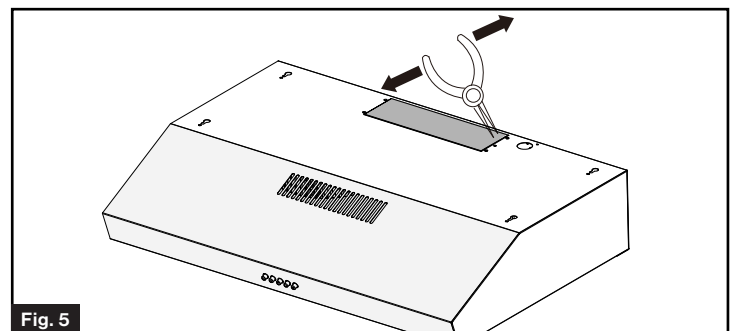

Fig. 5
1. Use unas pinzas para encontrar la juntura desde el borde de la abertura superior y presione a la izquierda y a la derecha (Fig. 5).